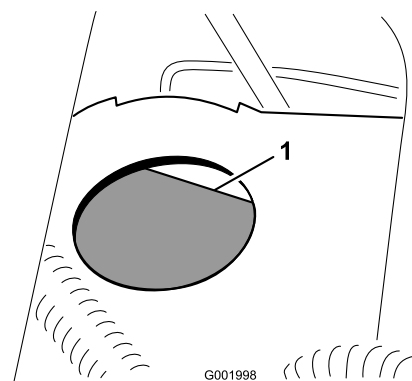

Figura 63
2. El nivel de líquido debe llegar a la línea Lleno del depósito (Figura 63).